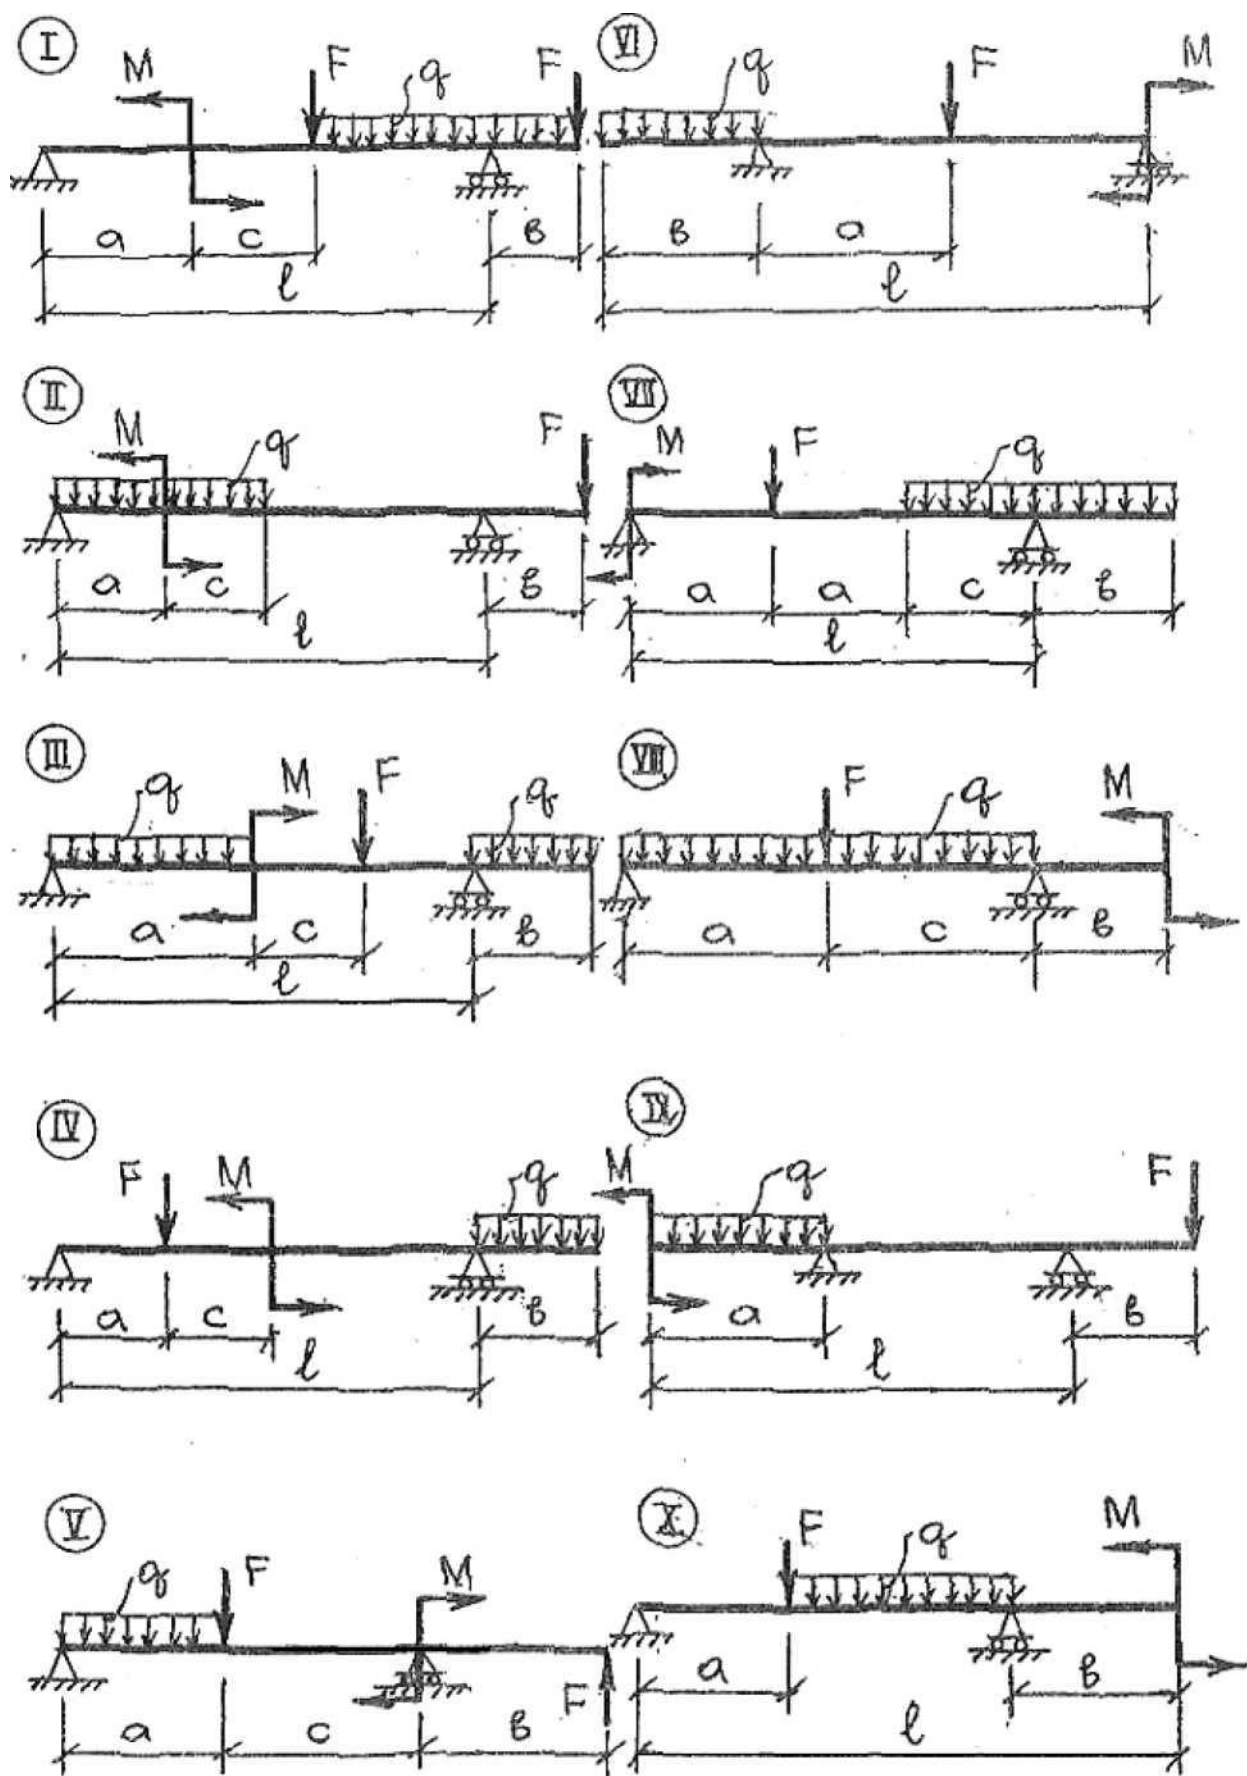

Рис.1 - Схеми балок до завдання 1.
1. Згідно з шифром вибрати схему балки на рис.1 та вихідні дані до неї з табл .1.